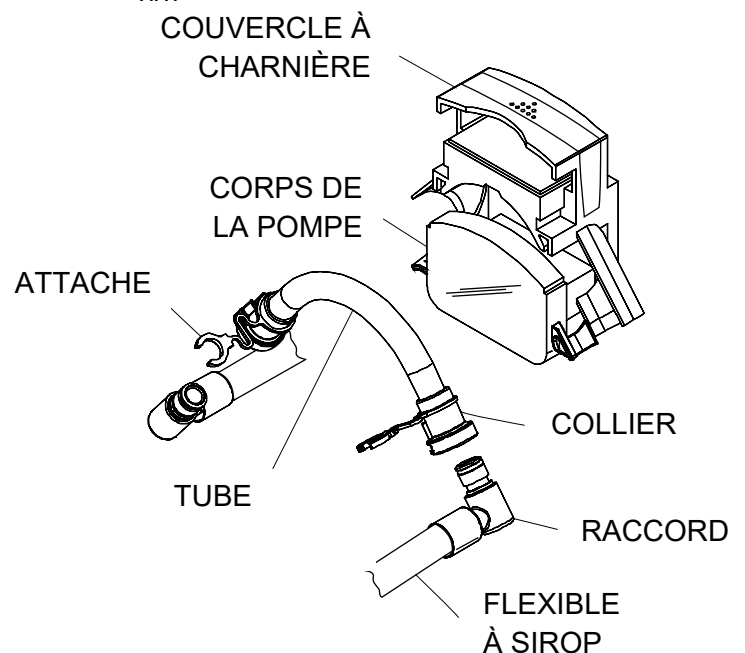

Figure 68
13. Attraper le tube de la pompe par les deux bouts et le retirer du corps de la pompe (Cf. Figure 68)